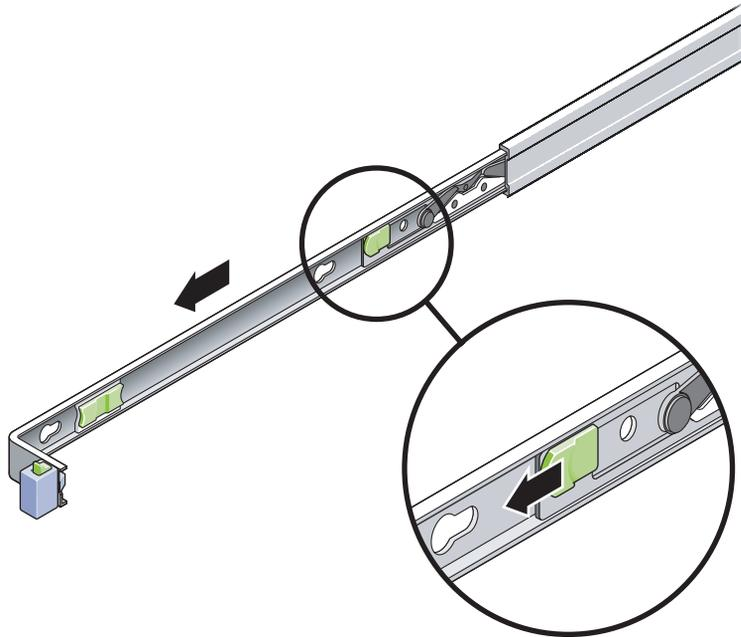

FIGURE 2-12 Emplacement du bouton de dégagement du support de montage
- c. Faites glisser le bouton de dégagement du support de montage dans le sens indiqué dans la FIGURE 2-12, puis faites glisser le support de montage hors du rail coulissant.